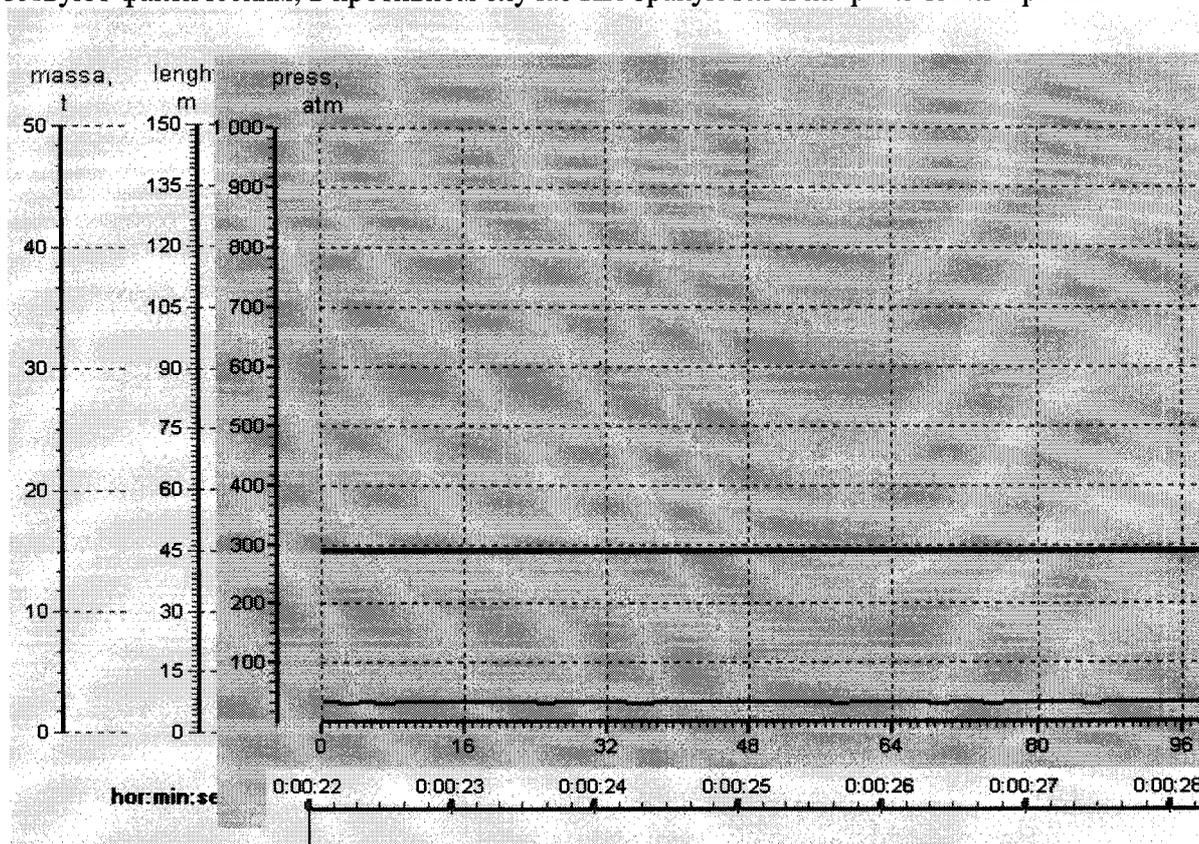

Рисунок 1 – Форма отображения текущих значений параметров («уставки», давления и линейного перемещения)
7.2.10 Проконтролировать значения выводимых параметров – с помощью кнопок → и ← подвести курсор к соответствующей точке графиков, при этом в отдельном окне (Рисунок 1) будут высвечиваться текущие значения параметров («уставки», давления и линейного перемещения), соответствующие этой точке. Значение выводимых параметров должно соответствовать фактическим значениям аэрофинишера.